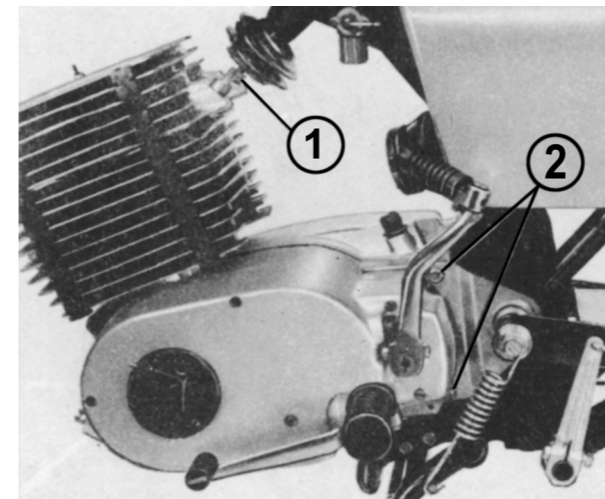

Fig. 12. Dépose du moteur ou échange du cylindre
La culasse, le cylindre et la suspension élastique du moteur peuvent également être échangés dans la position de montage montrée sur la figure 12. Pour échanger le cylindre, il est nécessaire de démonter le klaxon (1) et le réservoir de carburant. Pour échanger le réservoir de carburant, voir le chapitre 5.4.